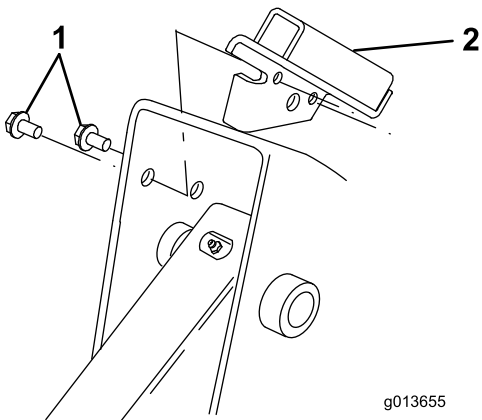

Bild 5
3. Fluchten Sie die Nase am Scheibenbügel mit der Vorderkante des Rahmens aus, wobei sich der Bügel an der Innenseite der Hubarmtasche befinden muss (Bild 5).
an der Innenseite der Hubarmtasche befindet. Dabei müssen die zwei kleineren Löcher in der Halterung mit den von Ihnen in den Rahmen gebohrten Löchern ausgefluchtet sein (Bild 5).
4. Befestigen Sie die Halterung mit zwei Blechschrauben am Rahmen (Bild 5).